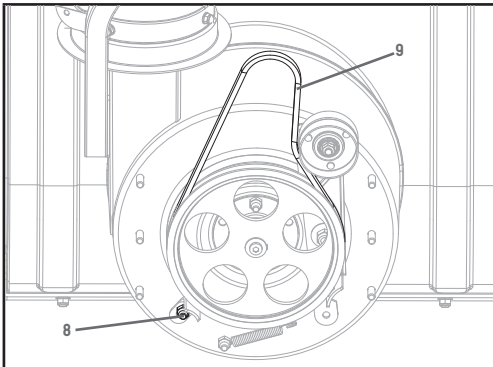

Figure 24
7. Dévissez le bouton du siège de support de la courroie (8) (figure 24).
8. Enlevez la courroie d'entraînement de la poulie (9) en la faisant glisser. Enlevez la courroie et remettez-en une en place en suivant les étapes dans l'ordre inverse (figure 24).